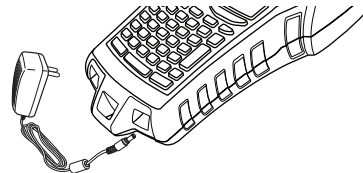

Figura 2
1. Conecte o adaptador de alimentação ao conector de alimentação na parte inferior da impressora. Consulte a Figura 2.